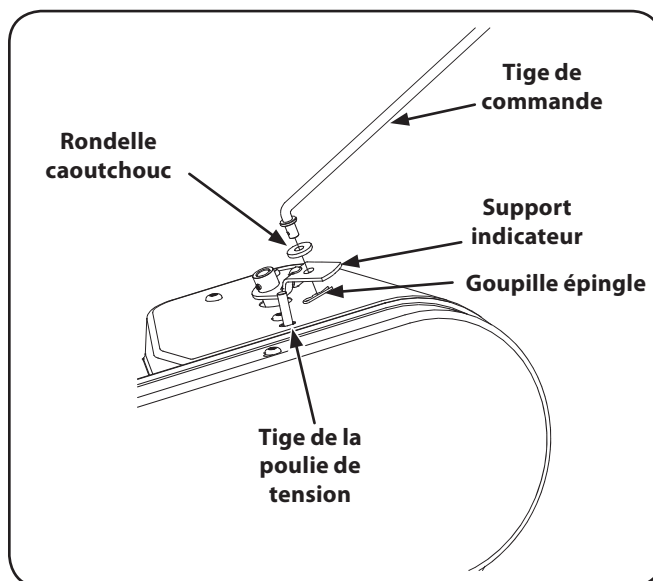

Figure 6-1
3. Retirez la goupille-épingle et la rondelle plate de la tige de la poulie de tension. Voir la Fig. 6-1.